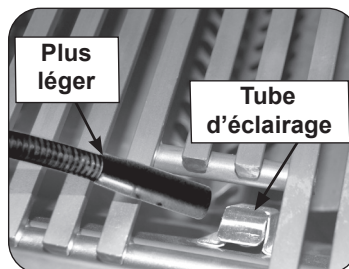
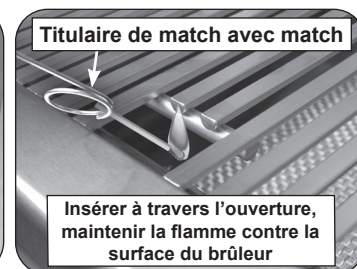

Fig. 26-2 Éclairage manuel via un tube d'éclairage
Fig. 26-3 Eclairage manuel via porte allumette
2. Passez un allumeur brûlant de butane de long-baril ou une allumette brûlante de long-tige dans la grille à cuire s'ouvrant au dessus du tube d'éclairage. (Fig. 26-2). Pour les brûleurs de dos ou les brûleurs infrarouges, maintenez la flamme contre la surface du brûleur de brûleurs arrière / infrarouge. Pour les brûleurs à charbon, maintenez la flamme près du brûleur. Les grils équipés d'un brûleur infrarouge comprennent un porte-allumette à rallonge métallique (fixé au plateau d'égouttage) pour faciliter l'éclairage manuel (Fig. 26-3).
4. Si le brûleur ne se allume pas dans les cinq (5) secondes de tourner le bouton de commande, enfoncez immédiatement le bouton et tournez la valve à **AU LOIN**. **ATTENDEZ CINQ (5) MINUTES** avant de répéter les étapes 2 à 4 des instructions manuelles d'éclairage.